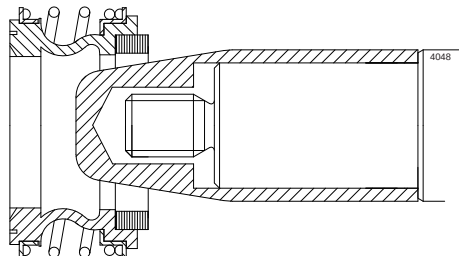

Bild 24: Specialbussning.
- *Specialverktyg: Tätningsgruppen M1 monteras enklast med hjälp av en speciell konisk monteringshylsa. Monteringshylsan täcker över skarpa kanter på axeln och reducerar därmed risken för skada på axeltätningen under montering. Se bild 24.*